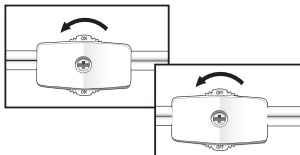

Fig. 1
11. Asegúrese que la perilla del cable de energía esté en la posición de ‘APAGADO’ y conecte el cable de energía a un tomacorriente. Gire la perilla hacia la posición de ENCENDIDO, Fig. 1. La luz del frente de la unidad debajo del tanque de llenado secundario deberá iluminarse.